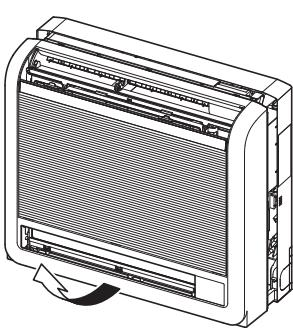

Fig. 3-4
- Поднимите переднюю решетку, чтобы снять ее. (Fig. 3-4)